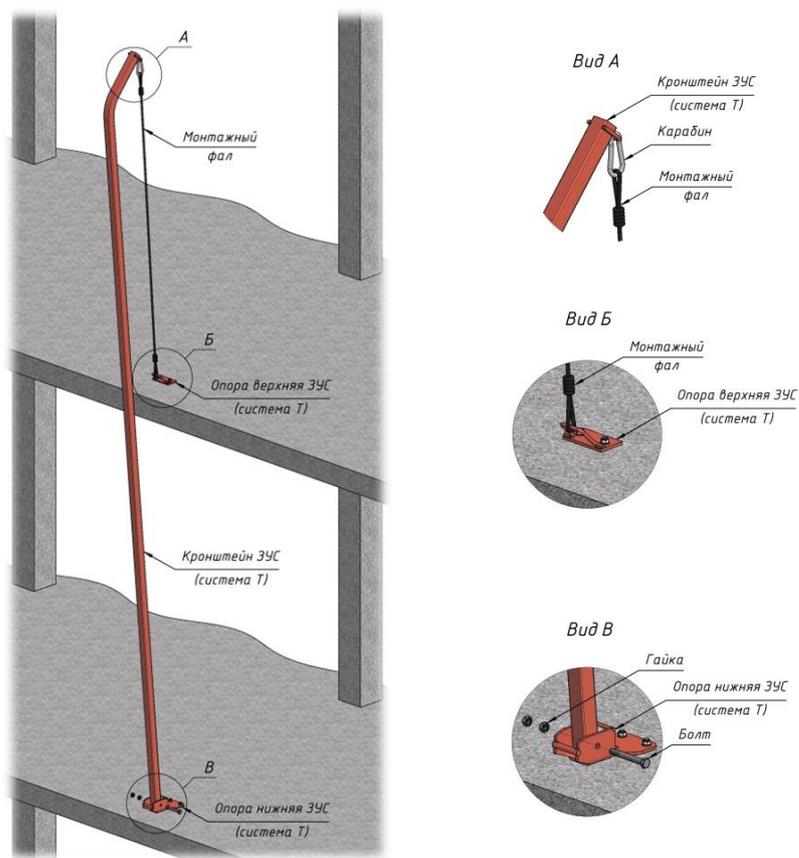

Рисунок 4
5. Поднятие кронштейна в исходное положение и крепление его за нижнюю опору с помощью болтового соединения, а за верхнюю опору с помощью монтажного фала (рис. 4);